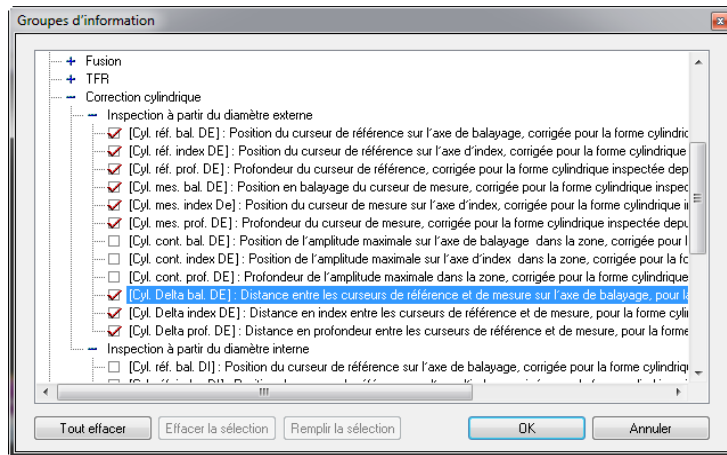

Figure 7-64 Sélection de paramètres liés au DE
1. Veillez à ce qu'au moins le curseur de référence (rouge) soit présent dans la vue de côté (B) corrigé pour le volume avant d'activer la correction cylindrique.
2. Sélectionnez les champs d'information applicables (liés au DE ou au DI) comme suit dans la vue de côté (B) corrigée pour le volume :
- a) Cliquez pour activer la vue de côté (B) corrigée pour le volume.
- e) Dans la liste **Correction cylindrique**, cochez les cases à cocher de l'information applicable (voir l'exemple dans la Figure 7-64 à la page 425 illustrant une sélection de paramètres liés au DE).